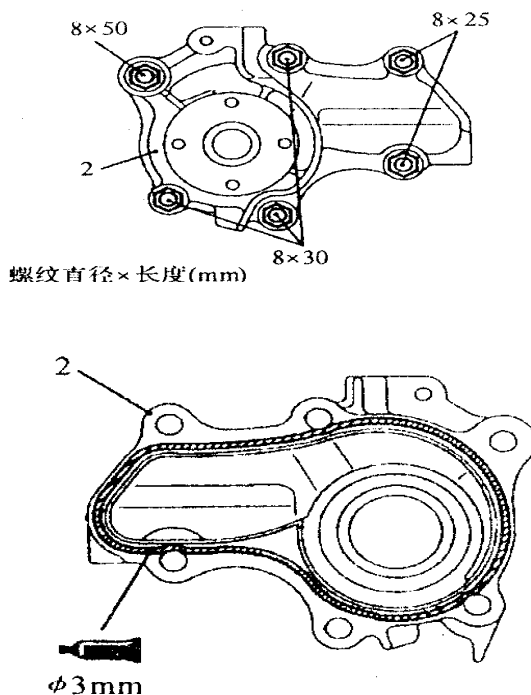

图 8-6
(1) 用衬垫刮板或钢丝刷把衬垫面上的附着物完全除去。
(2) 使用指定的密封剂按图 8-6 所示位置均匀涂上，不必要的地方不要沾上密封剂，密封剂：LT5699。
(3) 在密封剂还处于湿的状态下(15min 以内)，安装水泵。